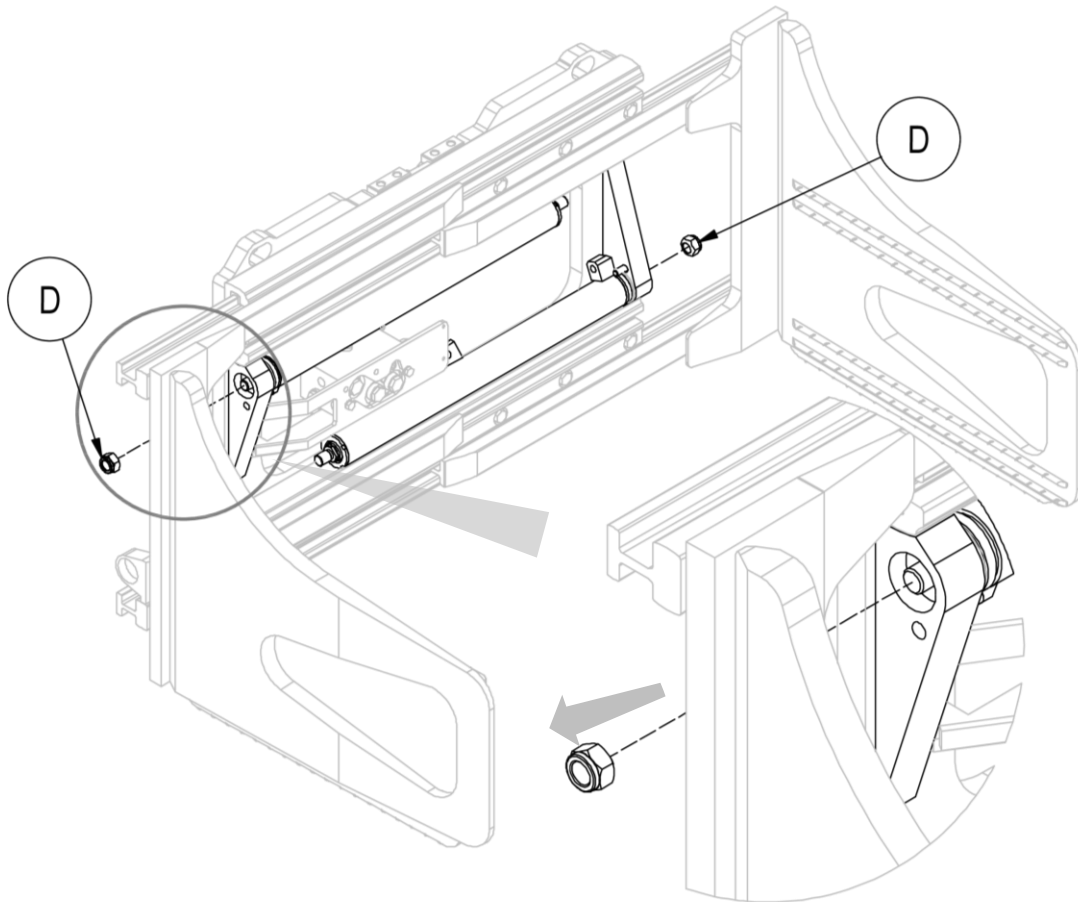

Figura 27
7. Quitar las tuercas D que unen los cilindros a la estructura del implemento y quitar los cilindros mismos, cuidando de no dañarlos (mira *Figura 27*).